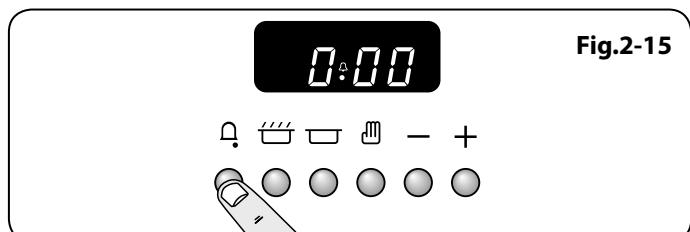
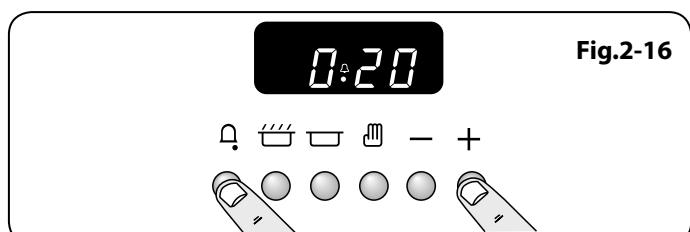

Fig.2-15
Fig.2-16
Druk (A) in en houd het ingedrukt (**Fig. 2-15**). Druk tegelijkertijd op (-) of (+) tot de klok de gewenste kooktijd aangeeft (**Fig. 2-16**).